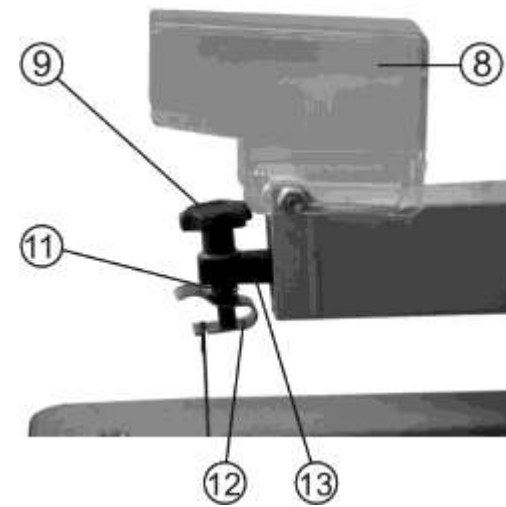
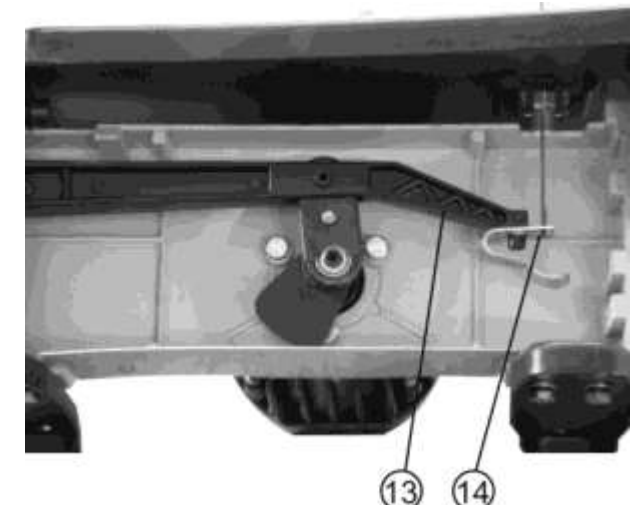

Рис.2
Рис.3
9.1. Поднимите в верхнее положение ограждение пильного полотна (8), Рис. 2.
9.2. Ослабьте натяжение пильного полотна поворотом винта регулировки натяжения пильного полотна (9) против часовой стрелки до полного ослабления натяжной пружины (11), Рис.2.
9.3. Снимите кожух нижней части рычага, Рис. 3.
9.4. Приложив слабое давления вниз на верхнюю часть рычага, чтобы освободить пильное полотно, вытаскивайте нижнюю часть пильного полотна, потянув его на себя из нижнего держателя (14) нижней части рычага (13), Рис.3. Затем вытаскивайте пильное полотно из верхнего держателя (12) верхней части рычага (13), Рис.2.
9.7. Когда пильное полотно вставлено в держатели, его надо правильно натянуть. Для этого поворачивайте винт регулировки натяжения пильного полотна (9) по часовой стрелке, пока натяжная пружина (11) не будет полностью сжата, Рис.2. Проверьте еще раз, чтобы убедиться, что штифты пильного полотна установлены правильно сверху и снизу в держателях пильного полотна.